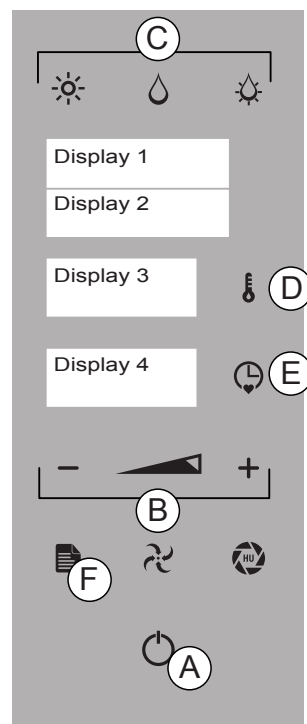

Fig.1
8. Per uscire dalla funzione premere tasto "MENÙ" (Fig 1/F).
Al raggiungimento della **temperatura inferiore** impostata lampeggia la scritta "END" (Fig. 1 Display 4).
Al raggiungimento della **temperatura superiore** lampeggia la scritta "END" (Fig. 1 Display 4) e compare la scritta "MANTENIMENTO".
Il forno conserva la temperatura più bassa impostata (Fig. 1 Display 2).
Per uscire dalla funzione e tornare al menù principale premere tasto "MENÙ" (Fig 1/F).
Premere il tasto “INVIO” per attivare il menù principale (Fig 1/A). Premere il tasto “MENU” (Fig 1/H). Con i tasti “MENO” e “PIÙ” (Fig 1/B) selezionare la funzione “RICETTE” e premere il tasto “INVIO” per confermare.